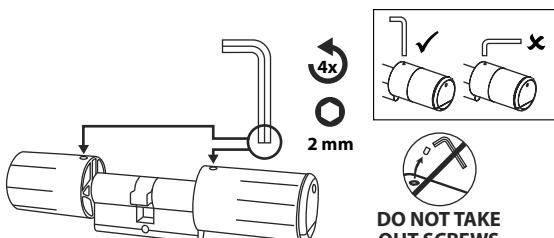

Abb. 2
- Das Lösen und das Fixieren von Außen- und Innenknauf erfolgt über eine integrierte Madenschraube im Drehknauf. Lösen Sie die beiden Madenschrauben in den beiden Knäufen mit dem beiliegenden Sechskantschlüssel (Abb. 2).